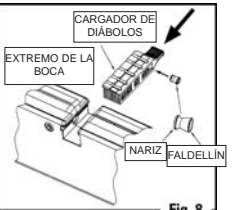

Fig. 8
- Coloque un diábolo (con la nariz hacia adelante), en cada una de las cinco recámaras de diábolos (Fig. 8). IMPORTANTE: Para evitar atascamientos o la deformación de los diábolos, cuide que el faldellín de cada diábolo esté nivelado con el borde de la recámara de diábolos o ligeramente por debajo.